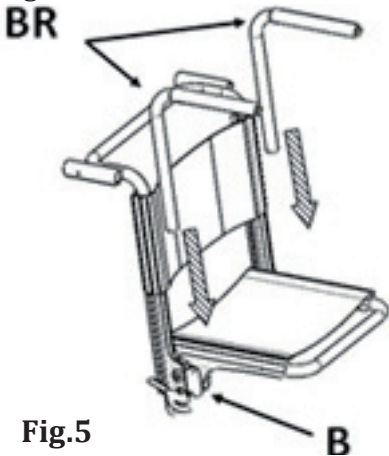
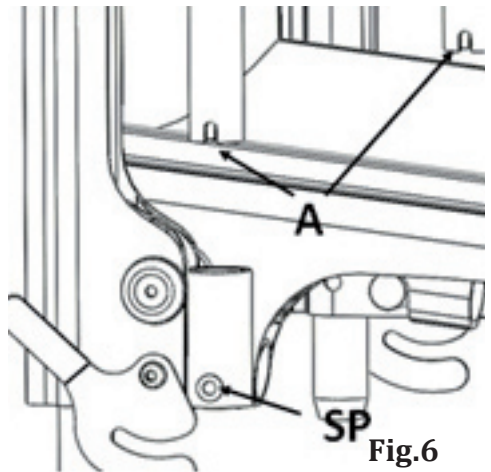

Fig.5
Fig.6
Inserire i braccioli (BR) nelle boccole (B) come mostrato in Fig.5, assicurandosi che le asole (A) siano fissate alle spine (SP) nelle boccole Fig.6